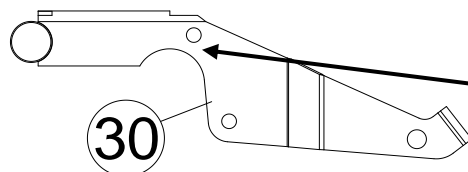

Fig. 1
3. **FISSARE** il cavo di sollevamento denti (elemento 16) al foro superiore della leva denti (elemento 30) sul manubrio (vedere *Fig. 1 manubrio* in basso e consultare l'illustrazione pezzi a pagina 10) inserendo il perno (elemento 55) nel foro più vicino all'estremità del manubrio. Bloccare con il Rue ring.